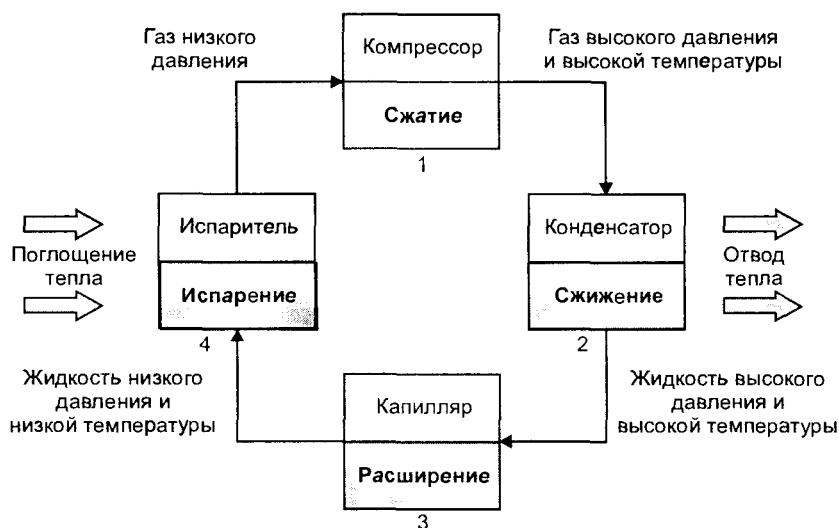

Рис. 1.3. Фазы холодильного цикла
В процессе циркуляции по контуру хладагент претерпевает четыре фазы: сжатия и нагрева (1), охлаждения и сжижения (2), расширения (3) и испарения (4). Эти фазы наглядно иллюстрирует рис. 1.3.